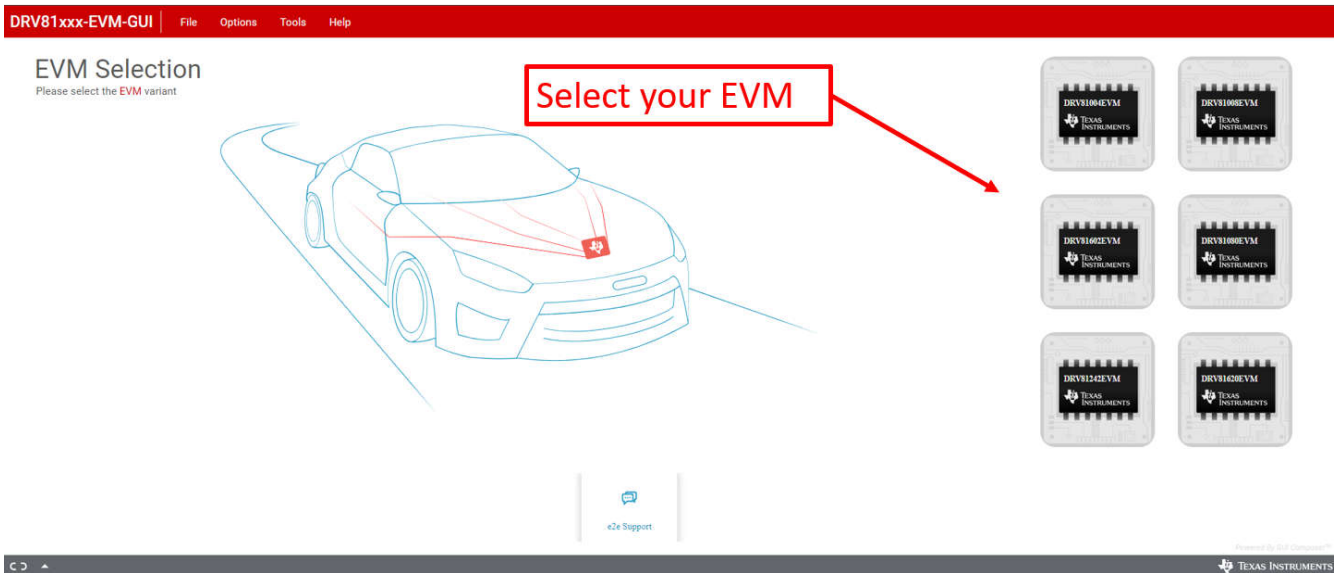

图 3-4. EVM 选择
- 从 EVM 的六个选项中选择合适的 GUI 型号（请参阅图 3-4）。